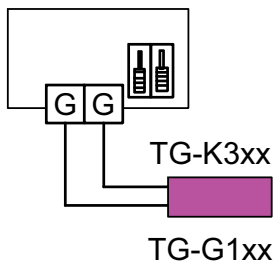

Abb. 3: Umschalter und Anschluß an externem Fühler und internem Sollwert\*
**Hinweis!** Beim Betrieb mit externem Fühler muß die entsprechende Funktion im PULSER getrennt werden. Dies geschieht, indem der Umschalter rechts von der Klemmenreihe gestellt wird, siehe Abbildung 3.